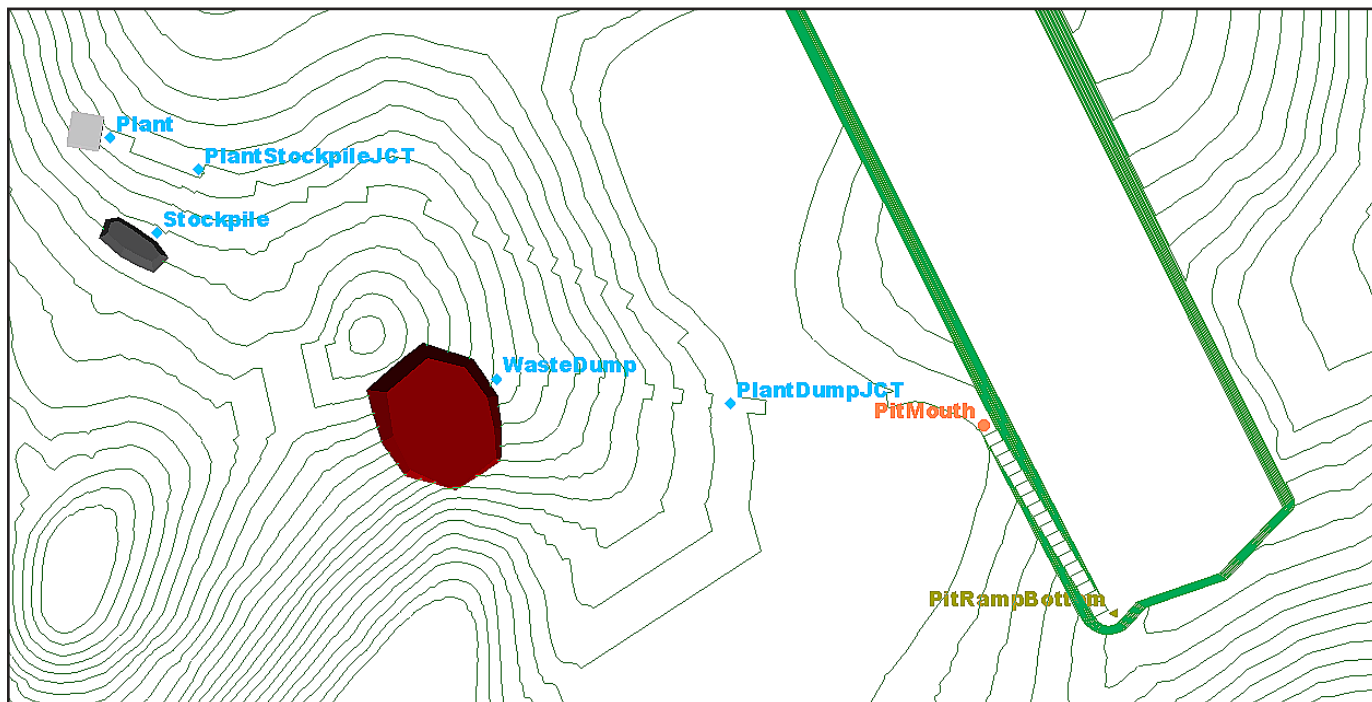

Figura 2. Puntos de la red de vías con atributos.
- a) Es necesario digitalizar en un objeto geométrico los puntos de la red de vías de acarreo correspondientes al punto de partida (por ej. pie del tajo), a los destinos (por ej. planta de procesamiento), acopio y a los nodos de conexión (por ej. intersección de vías); vea la figura 2.